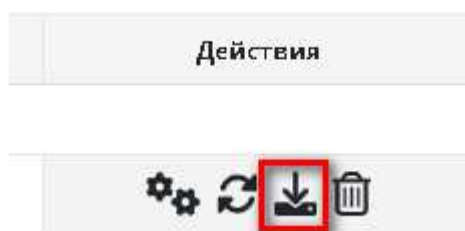

Рисунок 32. Кнопка для скачивания сгенерированного отчета
3) После того как процесс генерации отчета завершится (иконка в столбце состояние изменится), можно загрузить отчет с помощью кнопки «Скачать» на панели Действия (Рисунок 32).